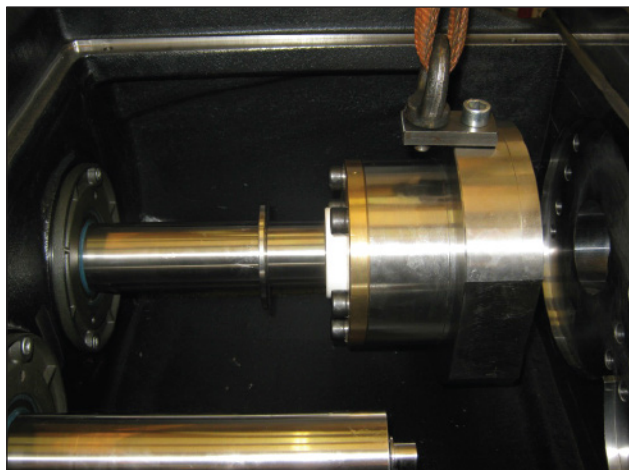
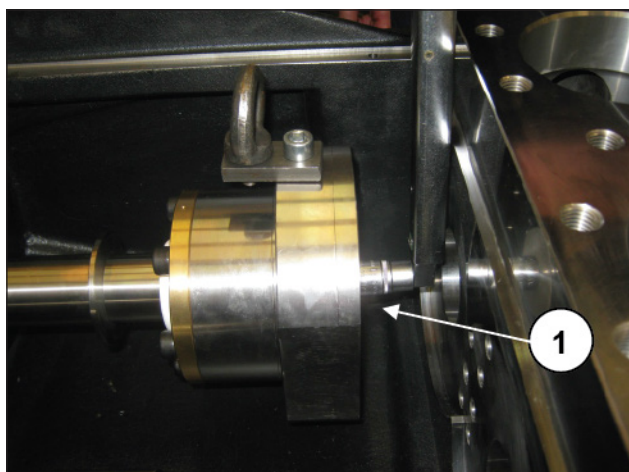

Fig. 235
Fig. 236
Levantar el soporte completo e introducirlo en el cárter delantero detrás de la cabeza, después de haber colocado el vástago de guía del pistón en el punto muerto inferior (Fig. 235), y fijar el pistón al vástago (pos. ①, Fig. 236) regulando el tornillo con la llave dinamométrica como se indica en el apartado 3.